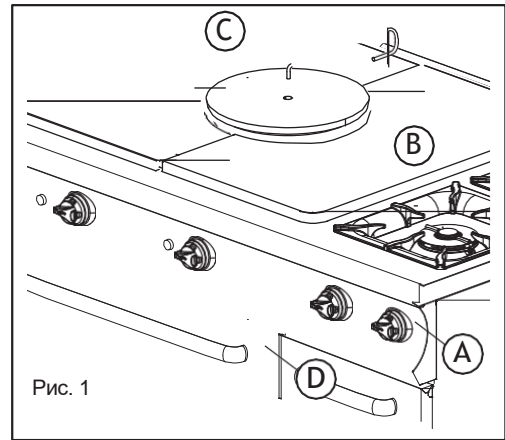

Рис. 1
- Закройте запорный кран на входе прибора (рис.1);
- закройте запорный кран на входе прибора (рис.1);
- Замените форсунку (рис. 1) на форсунку, соответствующую выбранному типу газа согласно справочной таблице.
- Отверните стопорный винт (рис. 1).
- При необходимости установите расстояние (X) мм втулки, соответствующее выбранному типу газа (см. Таблицу характеристик газа).
1. Снимите ручки и панель (рис. 1/А).
2. Плита: снимите решетки и крышки горелки (рис.1/В)
Жарочная поверхность 900: снимите центральный диск с помощью соответствующего приспособления и боковых пластин (рис.1/С).
Духовка: откройте дверцу (рис.1/Д).